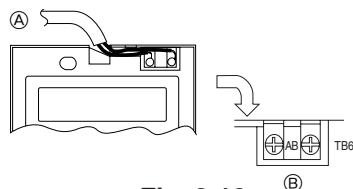

Fig. 6-10
2) Méthodes de connexion (Fig. 6-10)
- ① Connecter le cordon de la télécommande au bornier.